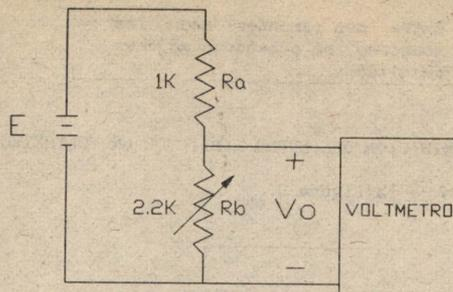

Figura 4
- a) Arme el circuito divisor de voltaje de la figura 4
10.-Determine teóricamente el valor de E_o del circuito de la figura 4, para las tres posiciones del potenciómetro, mediante la ecuación siguiente:
- 10 - Determine teóricamente el valor de E del circuito de la figura 4 para las tres posiciones del potenciómetro, mediante la ecuación siguiente: